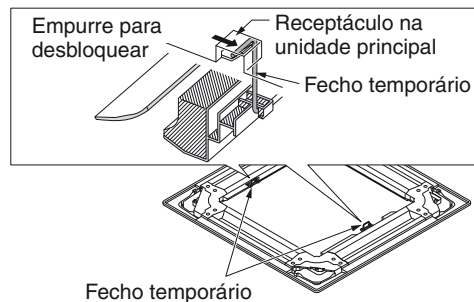

Fig. 7-4
- 1) Suspenda os fechos temporariamente no interior do painel de tecto no receptáculo na unidade, para fixar temporariamente o painel de tecto em posição. (Fig. 7-4)
- Ao retirar o painel de tecto, empurre os fechos temporários para fora enquanto segura no painel de tecto. (Fig. 7-4)